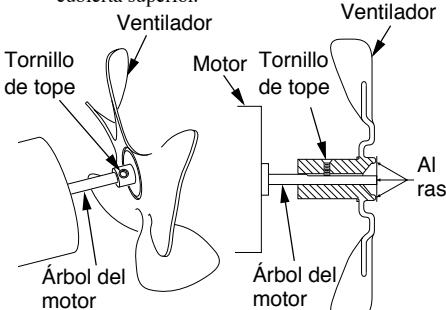

Figura 9 - Ubicación del ventilador, árbol del motor y tornillo de tope
**IMPORTANTE:** Desmonte el ventilador del árbol del motor antes de desmontar el motor del calentador. El peso del motor sobre el ventilador puede dañar la inclinación del ventilador (consulte la figura 9).